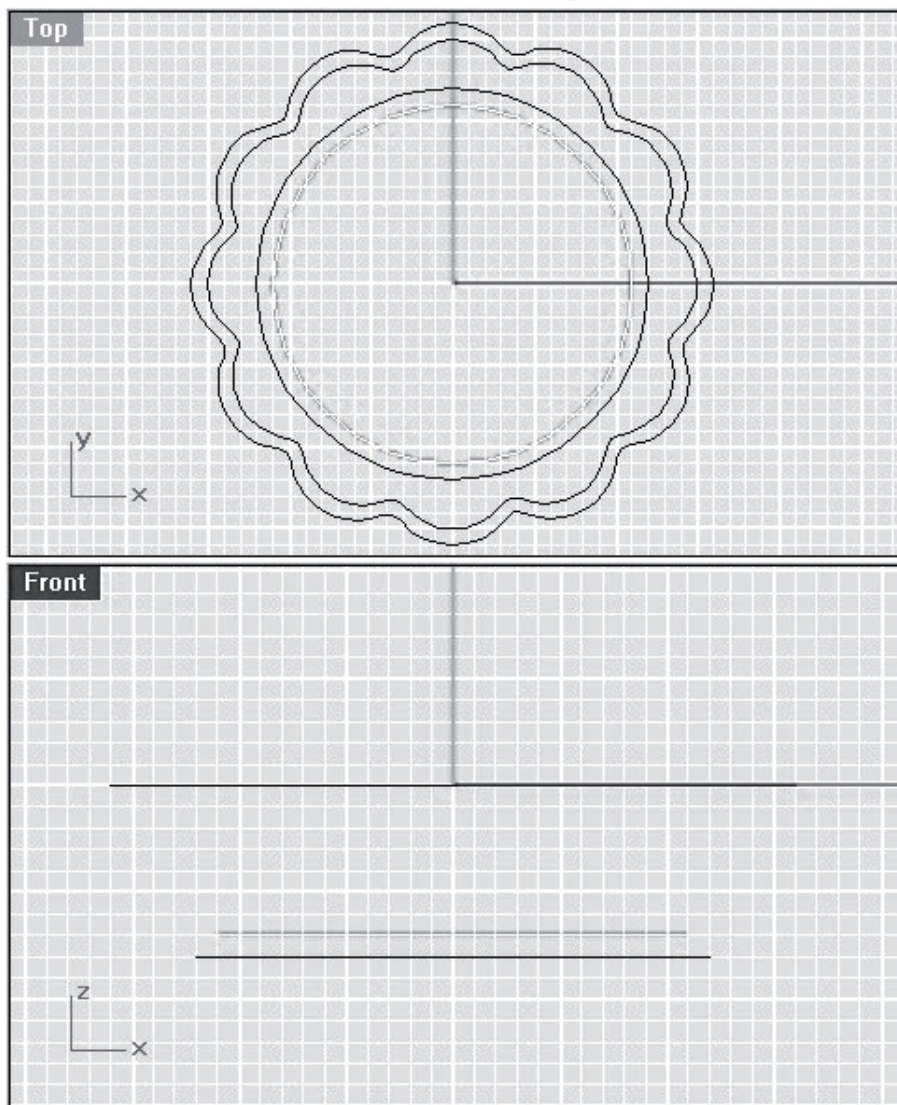

Рис. 59. Расположение линий контура
5. Клонировуем полученную кривую и уменьшим ее с помощью Scale 2-D в меню Transform-Scale. Также создаем окружность немного меньше имеющейся и сдвинем ее вниз (рис. 59).